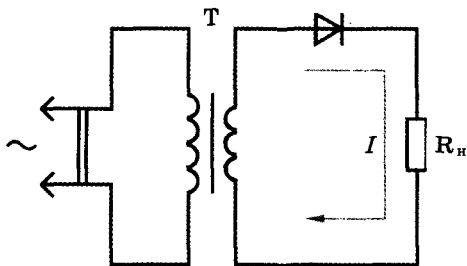
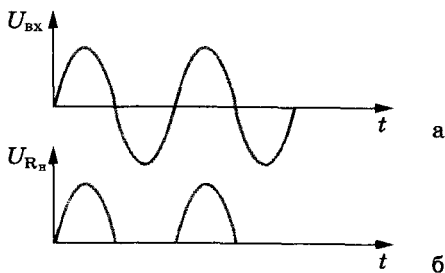

Рис. 96
Рис. 97
**Однополупериодный выпрямитель** (рис. 96), как правило, состоит из понижающего трансформатора, во вторичную цепь которого включены полупроводниковый диод и нагрузка (резистор). Под действием внешнего переменного напряжения запирающий слой полупроводникового диода «пульсирует», т. е. меняется его толщина и сопротивление (рис. 97, а). Это создает благоприятные условия для прохождения электрического тока от дырочного полупроводника к электронному (пропускное направление) и неблагоприятные условия для прохождения тока в обратном направлении. Иначе говоря, в течение второго полупериода ток становится настолько слабым, что практически его можно не принимать во внимание (рис. 97, б).
Однополупериодный выпрямитель работает через такт, использует энергию только одного полупериода переменного напряжения. При этом частота импульсов (см. рис. 97, б) такая же, как и частота сетевого напряжения (50 Гц), а постоянная составляющая тока на нагрузке примерно равна 32% от амплитудного импульса.